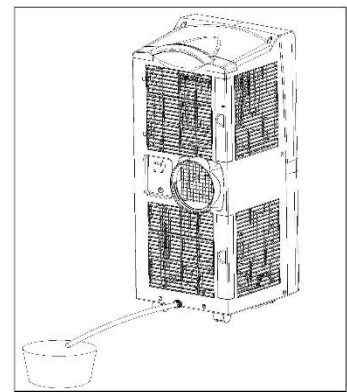

Abb.5
- Kontinuierliche Drainage (nur im Entfeuchtungsmodus): Entfernen Sie bitte den Wasserabflußstopfen an der Unterseite des Geräts und schließen Sie den Drainageschlauch an die Öffnung an. Bitte lassen Sie das Wasser in einen Behälter auslaufen (Abb.5).